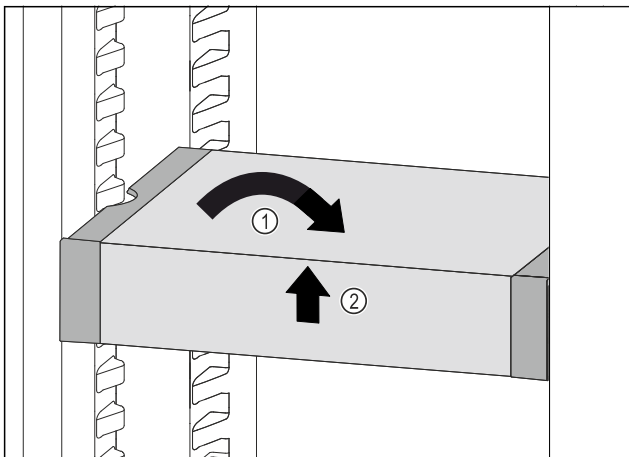

Fig. 57
- ▶ VarioSafe gerade stellen. Fig. 57 (1)
- ▶ VarioSafe vorne anheben. Fig. 57 (2)